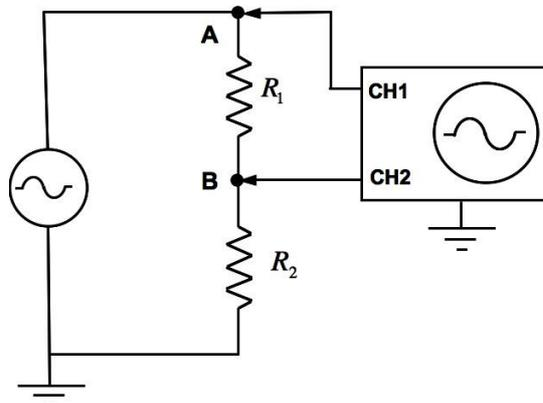

Figura 5: Montagem de um circuito puramente resistivo alimentado com voltagem alternada.
- 1) Monte o circuito da **Figura 5** abaixo, usando os seguintes resistores: $R_1=1k\Omega$; $R_2=100\Omega$. Com um multímetro digital meça os valores de R_1 e R_2 e suas respectiva incertezas.